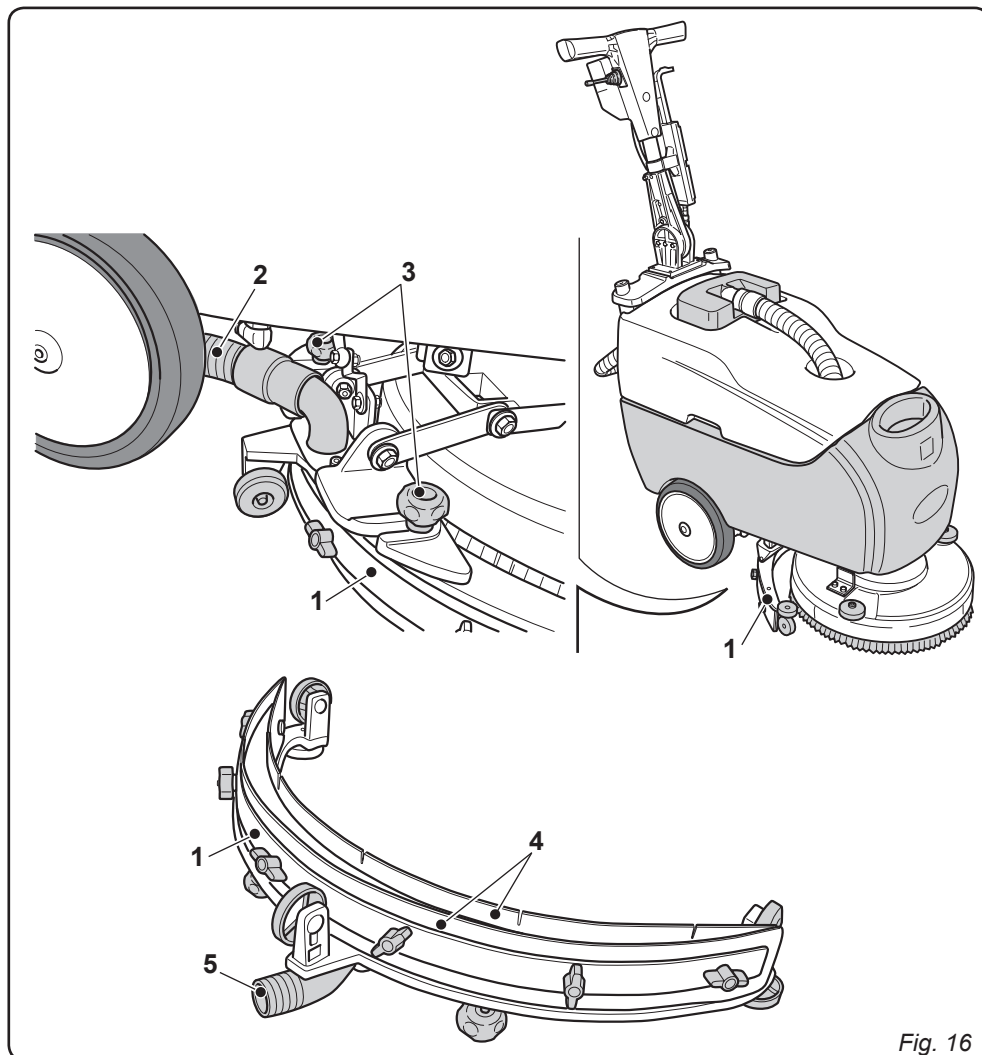

Fig. 16
11.1.c - Nettoyage du groupe suceur (Fig. 16)